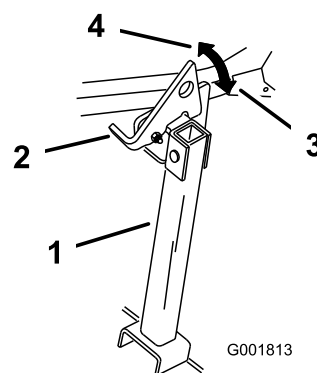

Figura 49
2. Alzate il dispositivo di chiusura per sbloccarlo (Figura 49).